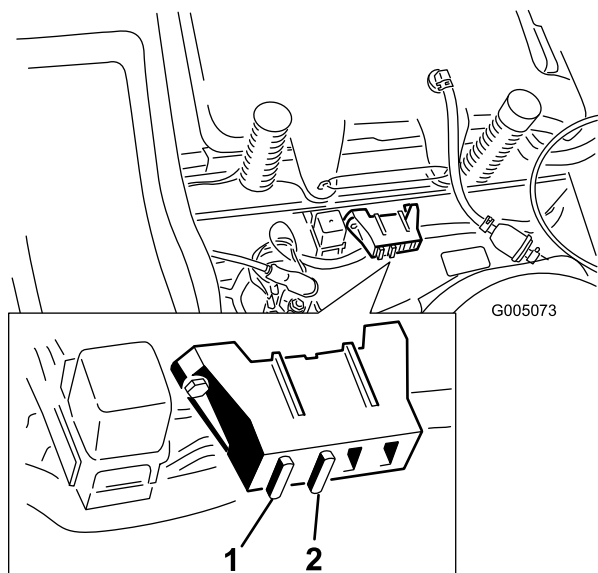

Figure 32
1. Soulevez le siège pour accéder au porte-fusibles (Figure 32).
2. Pour remplacer un fusible, tirez dessus pour l'enlever (Figure 32).